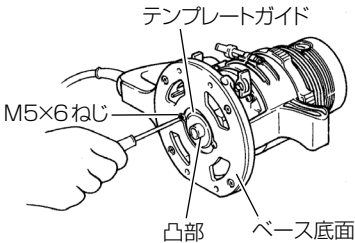

図 9
- ① テンプレートガイドの凸部をベース底面側に出して、付属の M5 × 6 ねじ (2 個) をさし込み、軽く取付けます。(テンプレートガイドは指で動くようにしておきます。)(図 9)